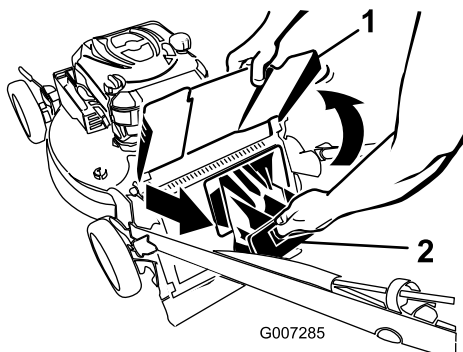

Bild 32
1. Heben Sie das Auswurfablenkblech an und halten es hoch (Bild 32).
2. Ziehen Sie die Heckauswurfklappe ab (Bild 32).